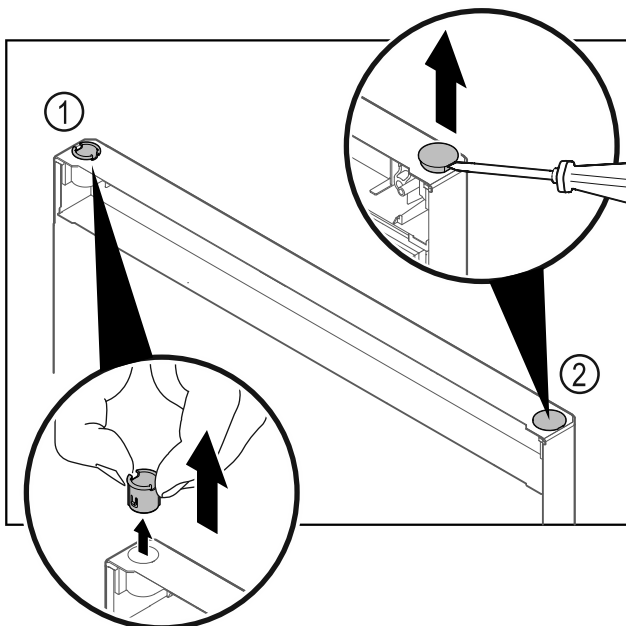

Fig. 27
- ▶ Vytiahnite puzdro závesu Fig. 27 (1) prstami.
- ▶ Plochým skrutkovačom opatrne nadvihnite kryciu zátku Fig. 27 (2) a vytiahnite ju.